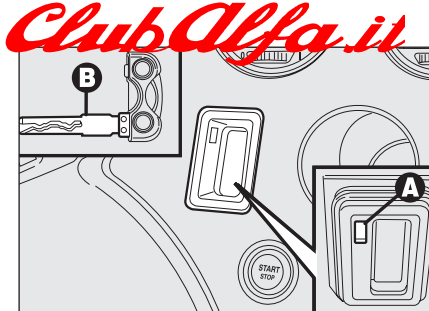

fig. 8
- inserire l'inserto metallico **B-fig. 8** della chiave elettronica nella fessura **A**;
AVVERTENZA Non introdurre nella fessura **A-fig. 8** oggetti diversi dall'inserto metallico **B** della chiave elettronica.